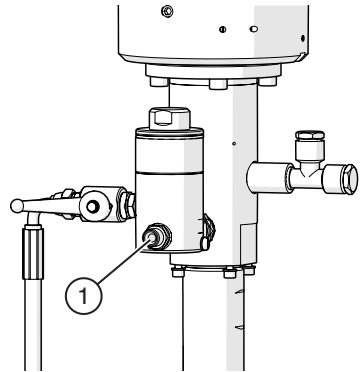

Abb. 13 Spritzschlauch an Hochdruckfilter montieren
- am Materialausgang des Hochdruckfilters (Abb. 13)